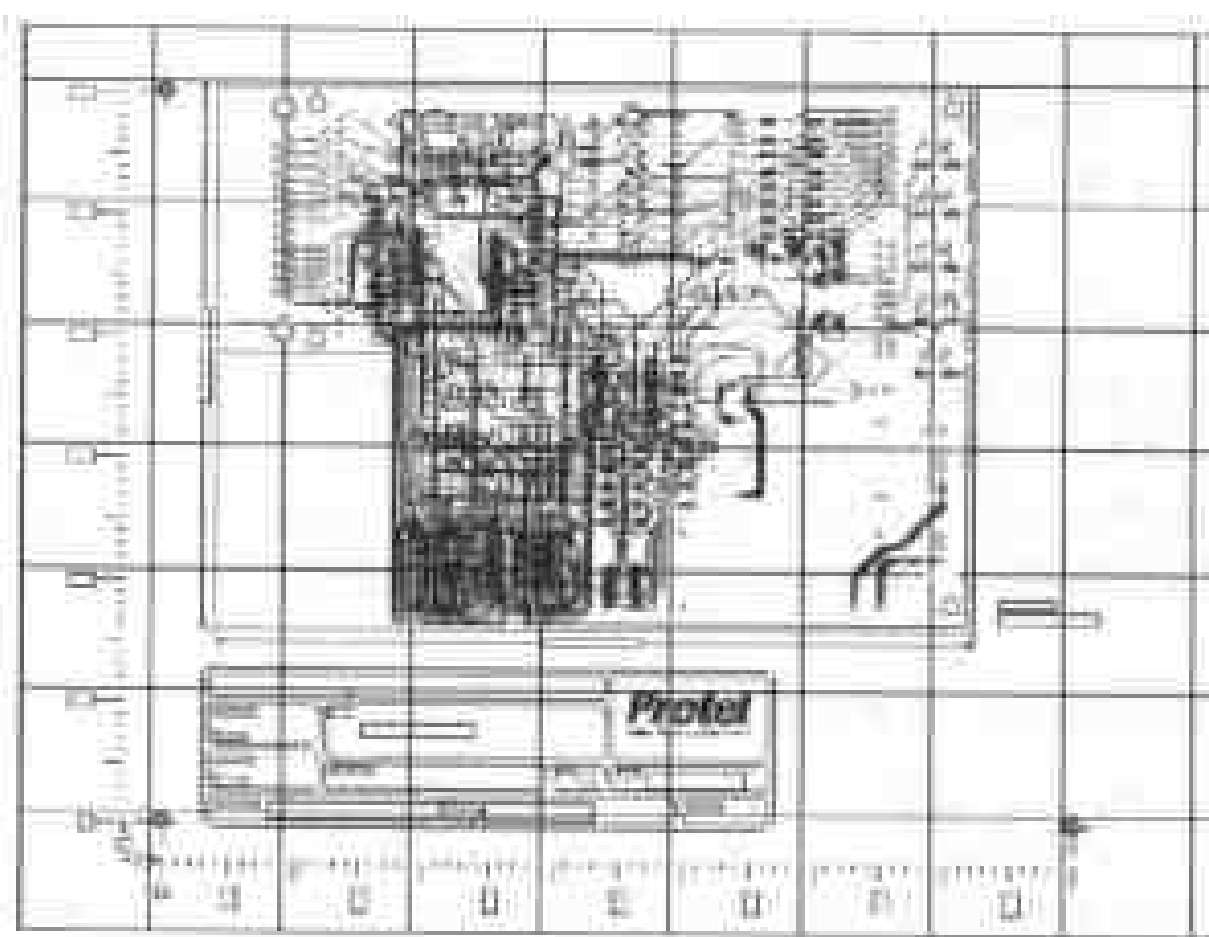

图 1-2 用 Protel 99 绘制的印刷电路版图
(2) 印刷电路板设计部分(PCB 99):主要用于印刷电路板的设计,生成最终的 PCB 文件,提交给电路板制造厂家,制成电路板。图 1-2 所示的就是一幅用 Protel 设计的印刷电路板图。